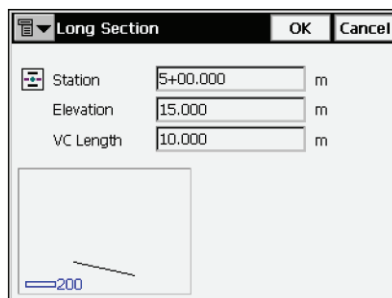

Figura 3-44. Pantalla Long Section
- **Insert:** abre la pantalla *Long Section* en blanco, en la que se podrá insertar un elemento en el punto seleccionado de la lista (Figura 3-44 en la página 3-37). El icono junto al botón muestra un menú de elementos para introducir el tipo de alineación vertical Elementos.
- **Add:** abre la pantalla *Long Section* en blanco, en la que se podrá añadir un elemento en el punto final de la lista (Figura 3-44 en la página 3-37). El icono junto al botón muestra un menú de elementos para introducir el tipo de alineación vertical Elementos.